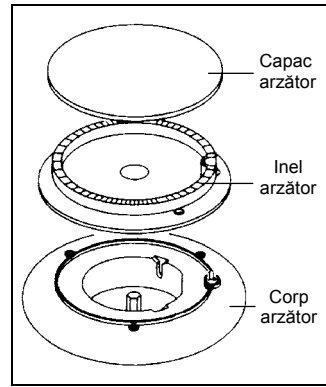

fig. 11
- Se înlătură grătarul plitei, capacele și inelele arzătoarelor (fig.11).